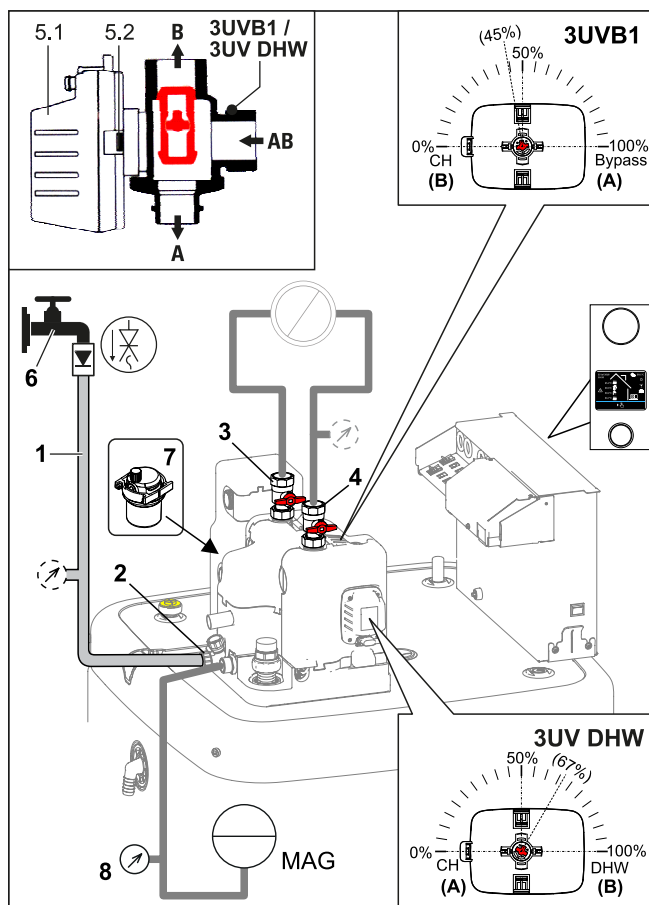

Fig. 3-49 Remplissage du circuit de chauffage
- 1 Raccorder le flexible de remplissage (Fig. 3-49, pos. 1) avec clapet anti-retour (1/2") et manomètre externe (sur site) au robinet de remplissage et de vidage (Fig. 3-49, pos. 2) et le protéger contre le glissement à l'aide d'un collier de serrage.
- 3 Ouvrir le robinet d'eau (Fig. 3-49, pos. 4) de la conduite d'alimentation.
- 4 Ouvrir le robinet de remplissage et de vidage et observer le manomètre (Fig. 3-49, pos. 2).
- 7 Fermer le robinet d'eau (Fig. 3-49, pos. 4). Le robinet de remplissage et de vidage doit rester ouvert pour pouvoir lire la pression d'eau sur le manomètre externe.
- 10 Pendant le fonctionnement en mode chauffage ECS, contrôler sans cesse la pression d'eau sur le manomètre externe et le cas échéant, faire l'appoint en eau par le biais du robinet de remplissage et de vidage (Fig. 3-49, pos. 2).
- 12 Contrôler de nouveau la pression d'eau au manomètre externe et, le cas échéant, faire l'appoint en eau par l'intermédiaire du robinet de remplissage et de vidage (Fig. 3-49, pos. 2).
- 13 Détacher le flexible de remplissage (Fig. 3-49, pos. 1) avec clapet anti-retour du robinet de remplissage et de vidage (Fig. 3-49, pos. 2).